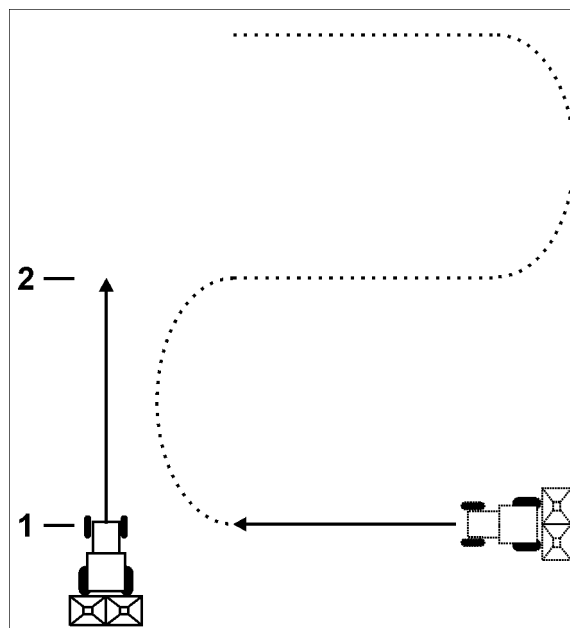

Fig. 7
tractorului (Fig. 7/1), acționați tasta  .
2. Dacă pe display apare ca distanță valoarea lățimii de lucru (Fig. 7/2), începeți deplasarea de aliniere.